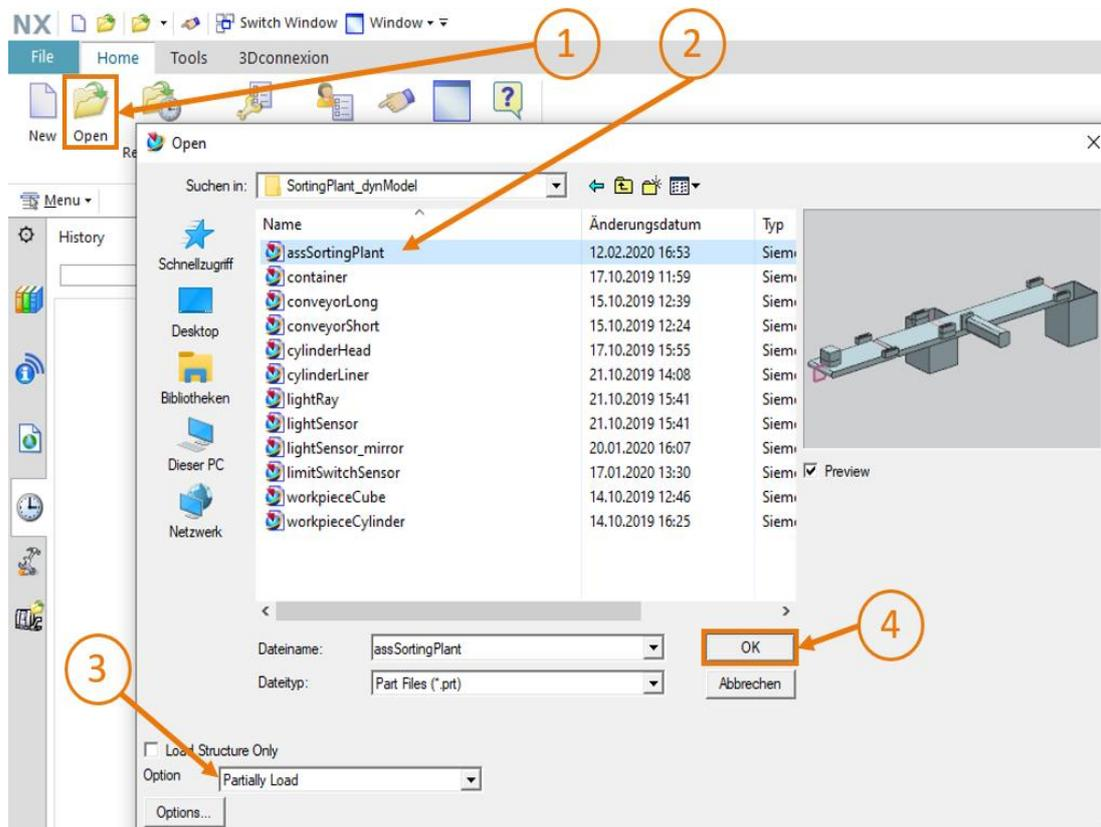

Figura 6: Apertura di un assieme in NX
- Avviare NX e attendere che il programma si apra e compaia la scheda Home. Fare clic sul pulsante "Open" (Apri) (vedi Figura 6, step 1) e aprire la cartella creata. Viene visualizzato l'elenco delle parti realizzate nel modulo 4. Selezionare l'assieme "assSortingPlant" che include il modello 3D statico completo dell'impianto di smistamento (vedi Figura 6, step 2). Selezionare l'opzione **Partially Load** (Carica parzialmente) (vedi Figura 6, step 3) in modo da caricare solo i modelli dei componenti singoli dell'assieme e non eventuali disegni e sistemi di coordinate. Confermare la selezione con un clic su "OK" (vedi Figura 6, step 4).